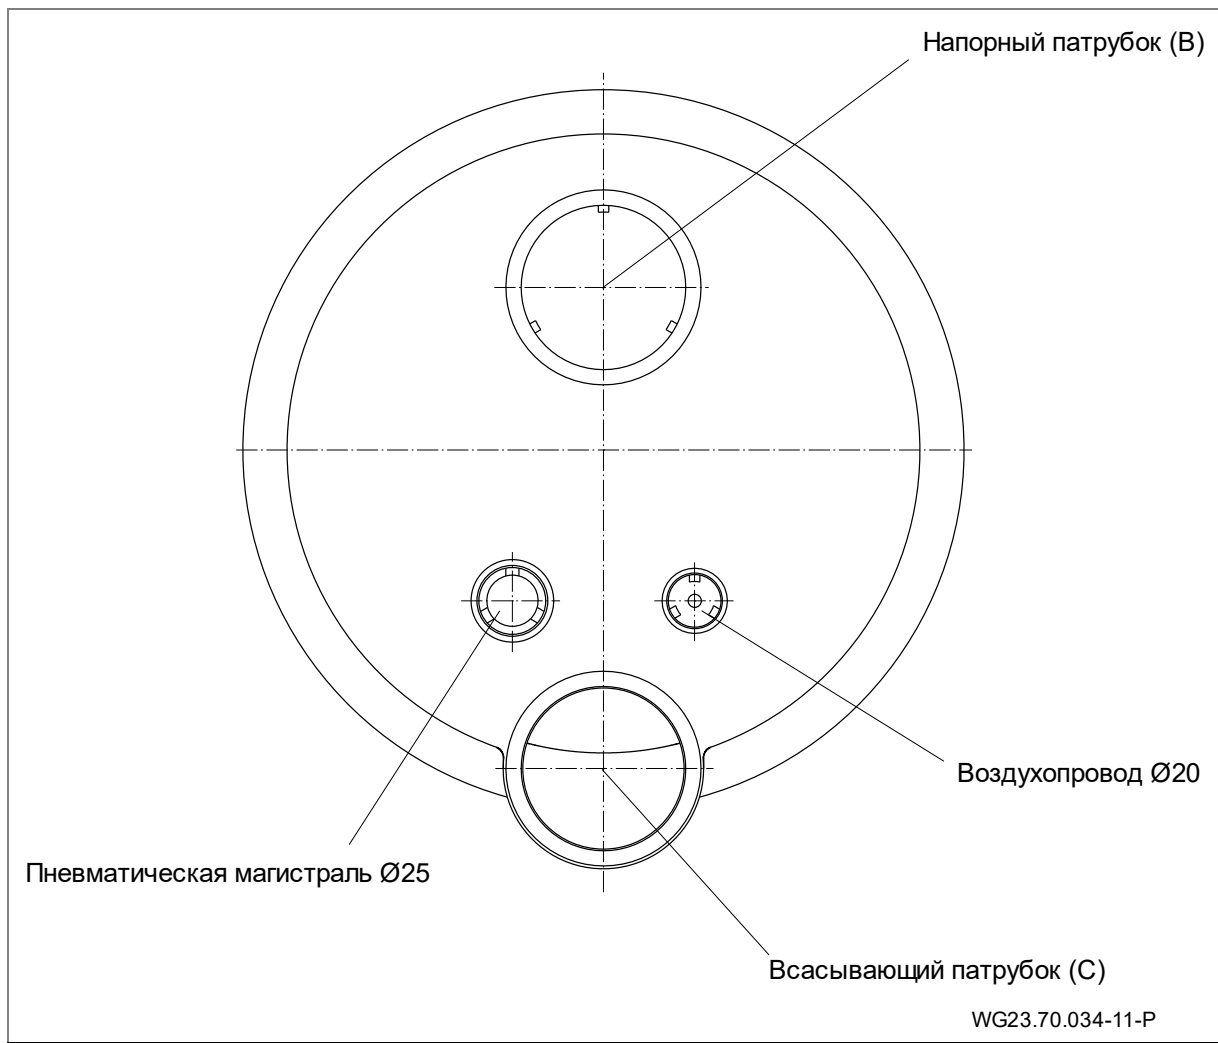
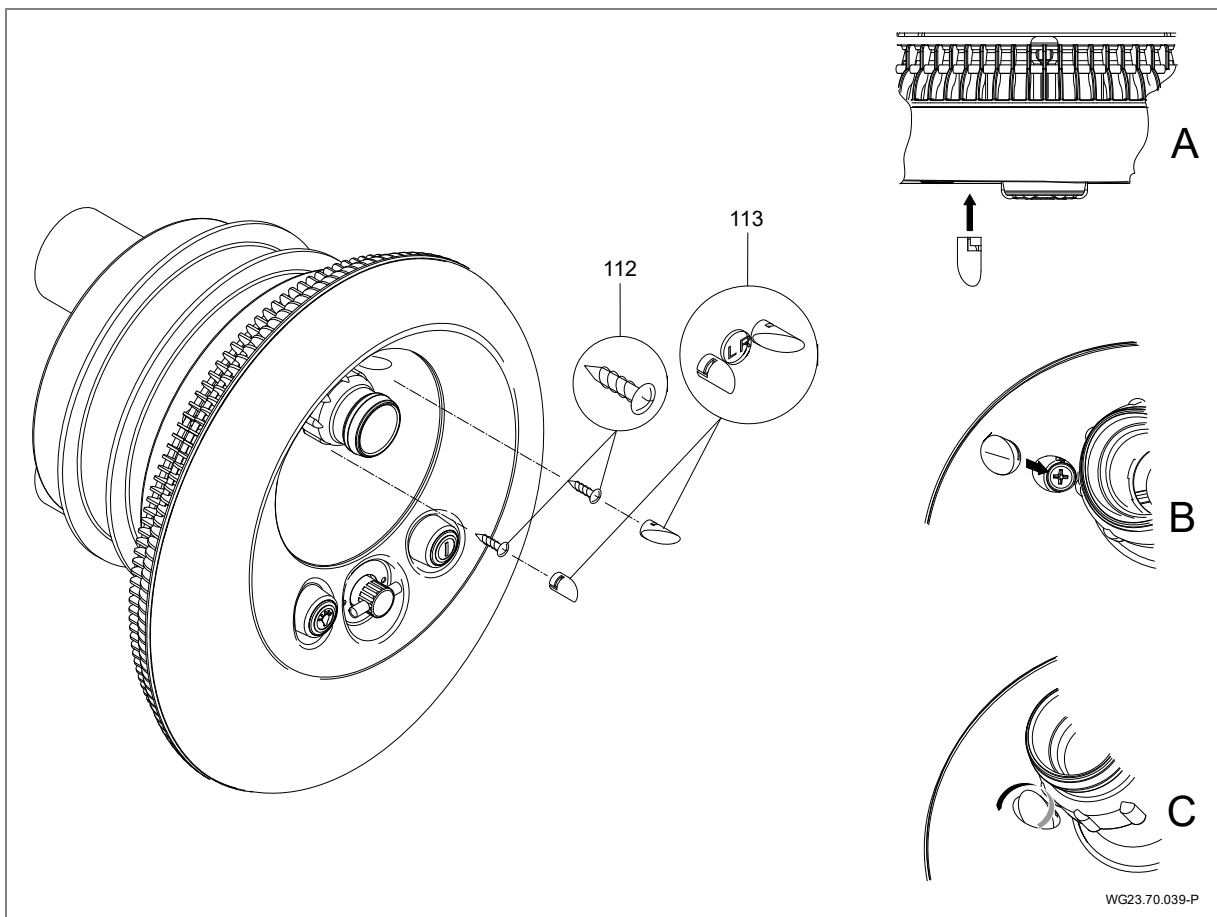

Рис. 16
Рис. 21
1. Вклеивание защитного шланга для кабеля и шланга пневмосистемы. (Рис. 16)
10. Зафиксировать декоративные заглушки, как показано на рис. 16 А-С, в прозрачном корпусе (110). Использовать правильные декоративные заглушки для левой стороны (L) и правой стороны (R). (Рис. 21)
1. Снять уплотнительный кабельный ввод (20).
4. Разблокировать корпус (113). См. "Рис. 21" на стр. 27.
5. Открутить саморез (112) и снять прозрачный корпус (110).
6. Открутить саморезы (49) и снять стальную диафрагму (93).
7. Открутить саморезы (95) и снять всасывающий корпус (107).
8. Открутить саморезы (52), снять стяжное кольцо (28) и уплотнение стяжного кольца (27).